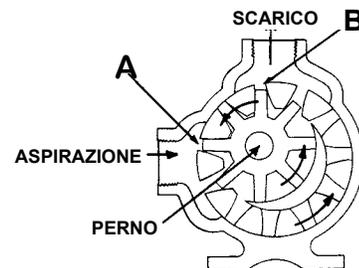

FIGURA 3
- Aspirazione/Scarico** - la rotazione dell'albero determinerà quale delle uscite servirà allo scarico e quale all'aspirazione. In **Figura 3** vedi come la rotazione determina la funzione delle porte; quando gli elementi di pompaggio La valvola di scarico della pressione montata sulle pompe Viking e la (ingranaggi) escono dalla dentatura, punto "A" in **Figura 3**, il liquido viene aspirato nel condotto di aspirazione; quando gli ingranaggi entrano nella dentatura, punto "B", il liquido viene spinto fuori dal canale di scarico. Invertire la rotazione significa invertire anche la direzione